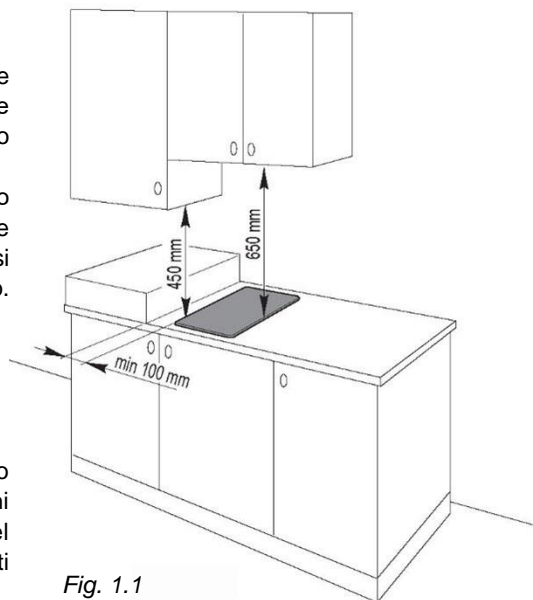

Fig. 1.1
Per installare il piano cottura nel mobile della cucina è necessario un foro delle dimensioni indicate dalla fig. 1.1, tenendo presente quanto segue:
- Il piano cottura deve essere tenuto a non meno di 100 mm da qualsiasi parete laterale (dal bordo laterale del foro - fig. 1.1).
- Tra il piano di cottura e l'eventuale pensile o cappa posizionata immediatamente sopra deve esserci una distanza di almeno 650 mm (vedi fig. 1.1).